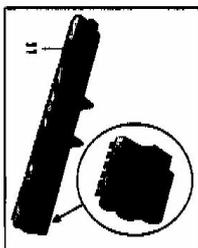

Abb. 14
- Einsatz mit Borstenleisten (11) um harte Flächen zu reinigen (Abb. 14)